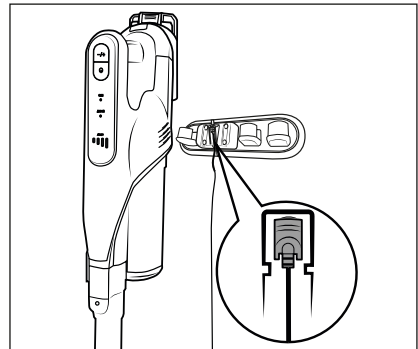

Fig. 6
- ◆ Insérez l'aspirateur par le haut dans le support mural **13**, afin que la fiche creuse **11** glisse dans la prise de recharge **3** en dessous de l'appareil. L'indicateur de batterie **27** se met à clignoter et la recharge débute (voir fig. 6 et 7).